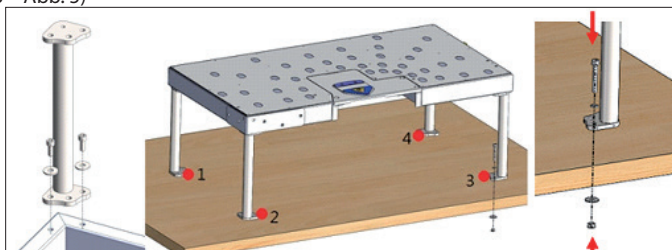

Abb. 1
- Bohren Sie nach dem Zusammenbau Löcher in die korrekten Positionen in Ihrer Werkbank, um den Tisch mit Schrauben sicher zu befestigen (Abb. 1).